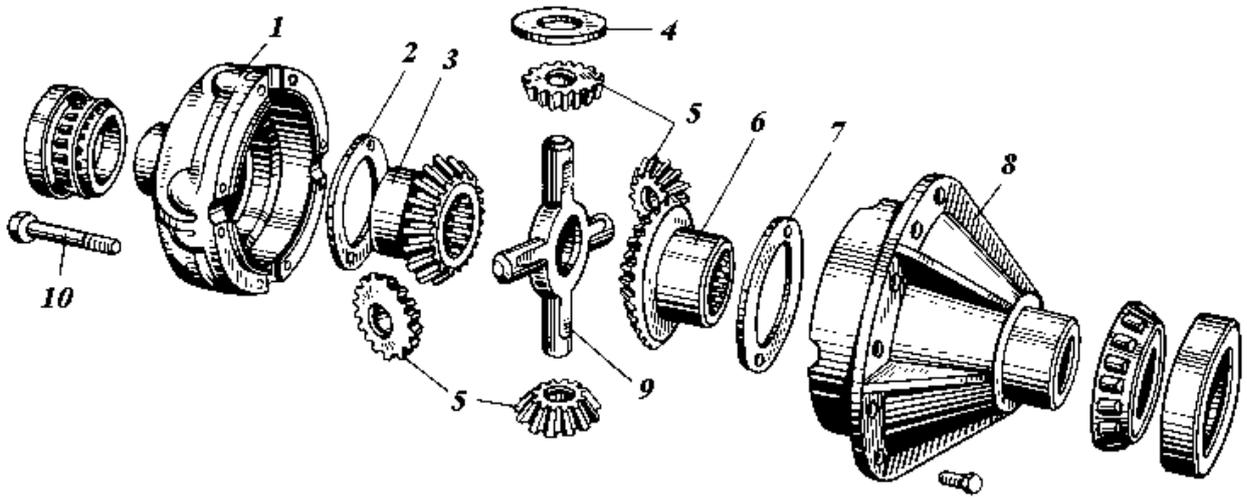

Рис.2. Дифференциал
11. ПОЗИЦИИ НА РИС. 2
13. ПОРЯДОК ПЕРЕДАЧИ КРУТЯЩЕГО МОМЕНТА ЧЕРЕЗ ДИФФЕРЕНЦИАЛ (Рис. 2)